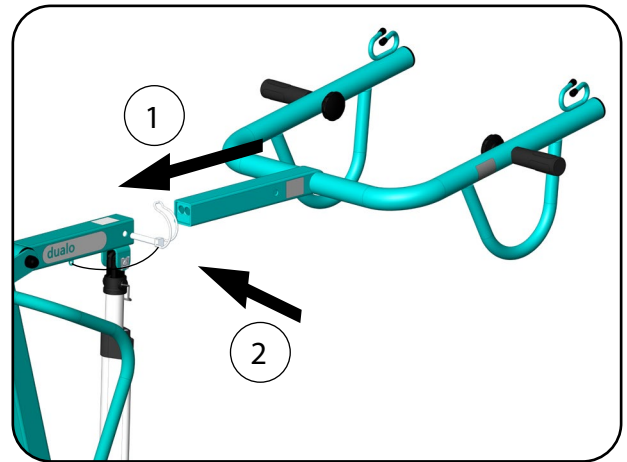

Abb. 8.8.02 - Hebearm aktiv einstecken
3. Stecken Sie den Hebearm aktiv in die Hebearmaufnahme (Abb. 8.8.02).
4. Sichern Sie den Hebearm aktiv mit dem Rohrklappstecker (Abb. 8.8.02).